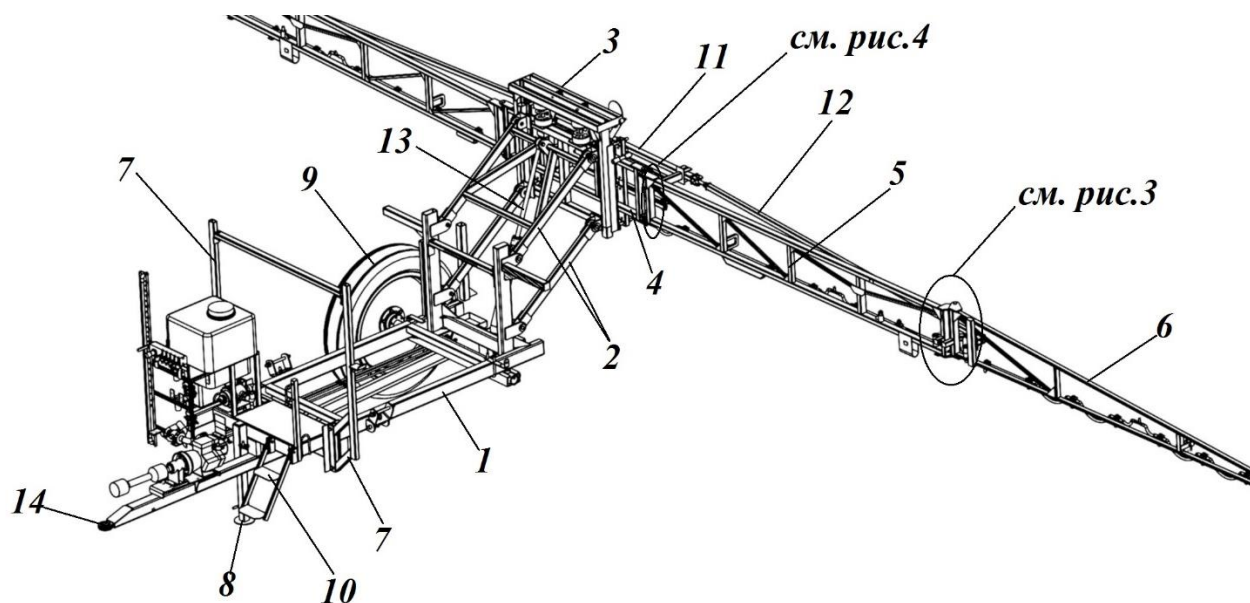
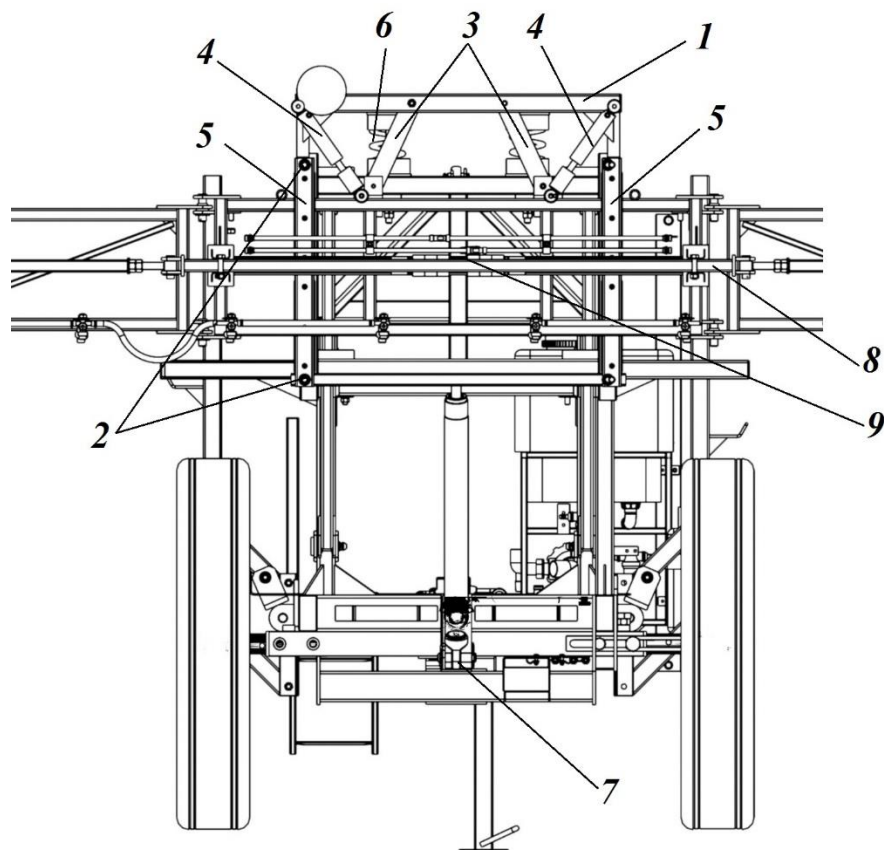

Рис.2 Рама с колесным ходом
Рис.6 Подвеска штанги
Рама шасси (рис.2 поз.1) опрыскивателя опирается на два пневматических колеса (рис.2 поз.9). В передней части находится прицепное устройство, подножка и опора (рис.2 поз.8). Сзади к вертикальным стойкам крепится рамка (рис.2 поз.2) для шарнирной подвески штанги (рис. 2 поз.3 и рис.6). Подвеска штанги включает в себя параллелограмм с гидроцилиндром подъема и гидрокомпенсатором для гашения вертикальных ударов при перемещении опрыскивателя по неровностям почвы, а также 2 амортизатора (рис.6 поз.4) для гашения горизонтальных раскачиваний. Раскрытие штанги обеспечивается ригельным механизмом с дополнительным амортизирующим элементом.
Подъем и опускание штанги осуществляется с помощью гидроцилиндра (рис.2 поз.15), который установлен на середине поперечного бруса рамы.
4.1. Шасси (рис.2) состоит из рамы, ходовых колес со ступицей. Шасси предназначено для монтажа основных сборных единиц и сцепки опрыскивателя с трактором.
В передней части рамы находится кронштейн - площадка для установки насоса и предохранительной опоры с эластичной муфтой, места для установки опоры в рабочем и транспортном положении и прицепная серьга. В задней части рамы монтируется рамка навески и гидроцилиндр подъема (опускания) штанги (см. рис.2). Для установки штанги в транспортное положение и осей колес предусмотрены поперечины, к одной из которых приварены вогнутые пластины для улавливания секций штанги при переводе их в